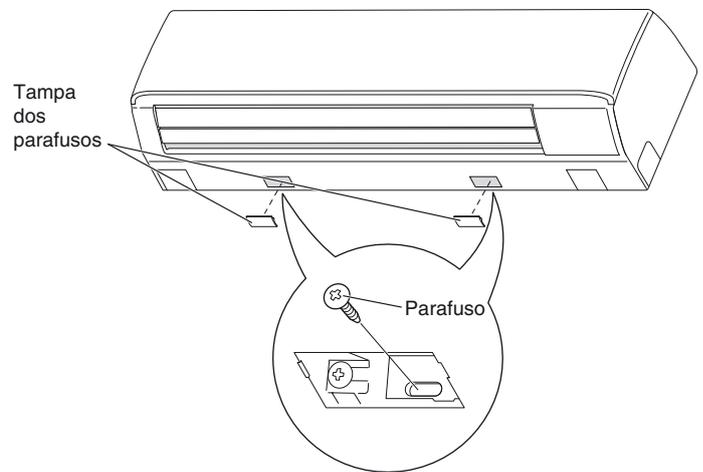

Fig. 3-34
- (1) Retire a tampa dos parafusos na superfície inferior. (Fig. 3-34)
- (2) Aperte a armação ao painel traseiro utilizando os 2 parafusos para madeira fornecidos 4 × 10 mm. (Fig. 3-34)